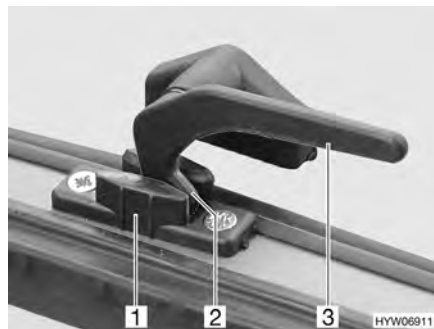

Fig. 57 Levier de verrouillage en position "Aération permanente"
- En position "Aération permanente" (Fig. 57)
- Tourner le levier de verrouillage (Fig. 57,3) d'un quart de tour vers le centre de la fenêtre.
- Tourner le levier de verrouillage d'un quart de tour vers le cadre de la fenêtre. Le tenon de verrouillage (Fig. 57,2) doit pénétrer alors dans le logement prévu à cet effet dans le verrouillage de fenêtre (Fig. 57,1).